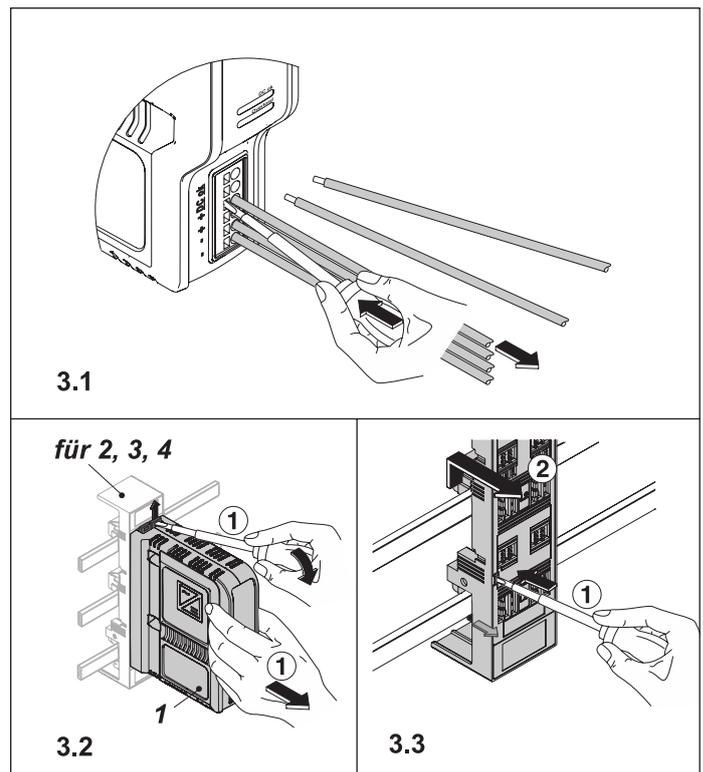

Abbildung 3
6.2. Demontage des Netzteils (Abbildung 3)